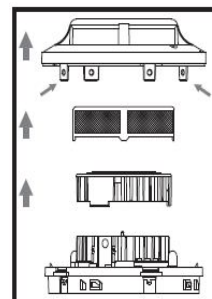

Рис. 1: Обслуживание извещателя
- Снимите крышку извещателя, для чего при помощи маленькой отвертки с плоским шлицем осторожно ослабьте каждую из четырех лапок, которые удерживают крышку на своем месте (рис. 1).
- Снимите экран извещателя, осторожно сдвигая его вертикально вверх (рис. 1).